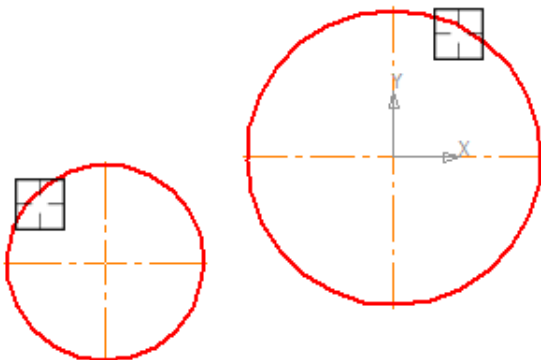

Рис. 10
- укажите два объекта, между которыми нужно построить скругление (рис. 10);